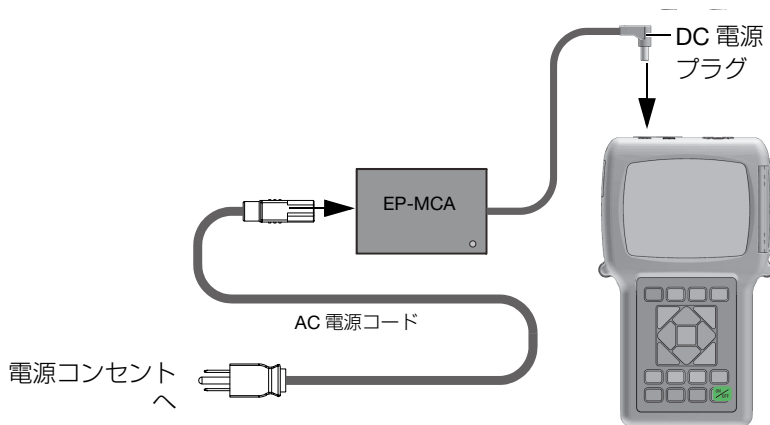

図 2-2 チャージャー / アダプターの接続
1. AC 電源コードをチャージャー / アダプタ (部品番号 : EP-MCA [U8767042]) と適切な電源コンセントに接続します (40 ページの図 2-2 参照)。